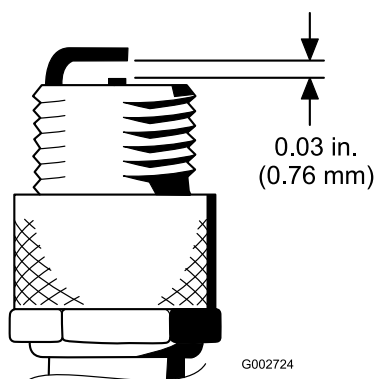

Figura 52
4. Ajuste el hueco entre los electrodos central y lateral a 0,76 mm (Figura 52).